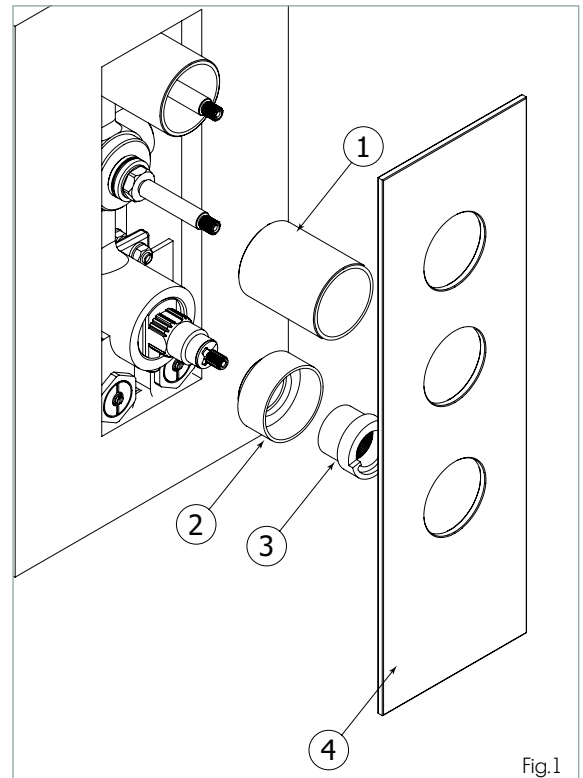

Fig.1
First, screw the cylinders (1 & 2) onto the diverter and thermostatic rough, afterwards, put the temperature stop ring (3). Slide-in trim (4) and press it firmly against the wall (see Fig. 1)
Premièrement, visser les cylindres (1 & 2) sur son support et ajouter le limiteur de température (3). Poser la plaque (4) autour des cylindres décoratifs et appuyer fermement contre le mur. (Voir fig.1)